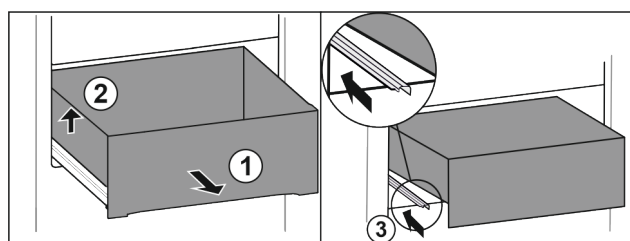

Fig. 106
- Schubfach bis zum Anschlag herausziehen. Fig. 106 (1)
- Schubfach links anheben. Fig. 106 (2)
- Linke Schiene einschieben. Fig. 106 (3)